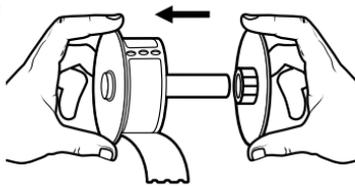

Figura 7
- 4 Coloque a guia da bobina no lado direito da bobina e ajuste-a de forma que fique bem encaixada no cilindro. Ver Figura 7.